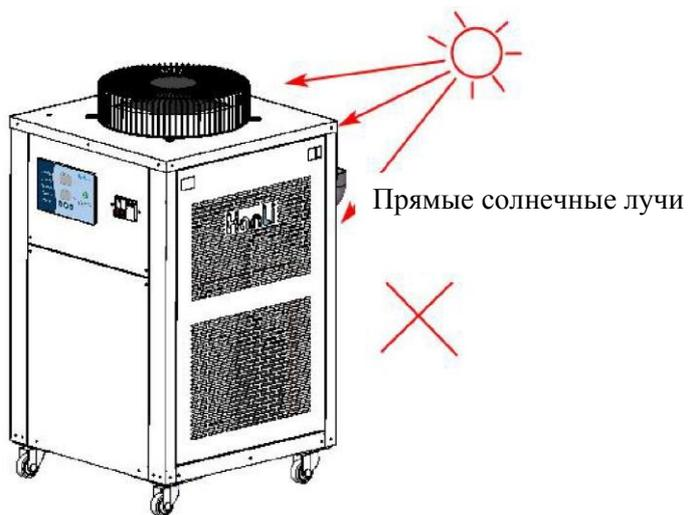

Рисунок 5. Требования к окружающей среде при установке оборудования
- Изделия не должны устанавливаться в агрессивных, легковоспламеняющихся средах, при наличии тяжелой пыли, масляного тумана, металлической и другой токопроводящей пыли, при высокой температуре и влажности, в сильном магнитном поле, под прямыми солнечными лучами и в других неблагоприятных условиях, как показано на рис. 5.